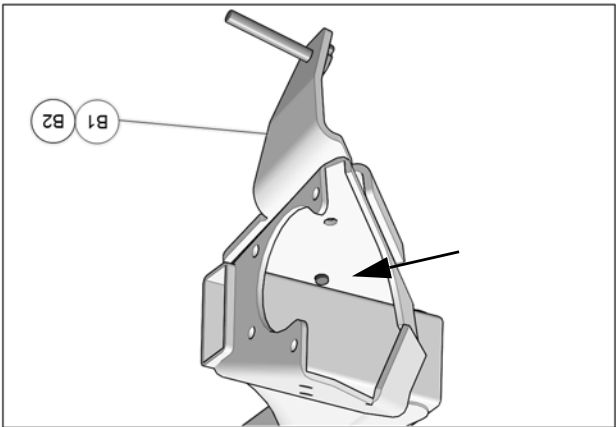

Fig. 7
6. Aligner le trou situé à l'arrière de la plaque (B1-B2) et la goupille de positionnement aux trous existants dans le bras de suspension. Voir la Fig. 7